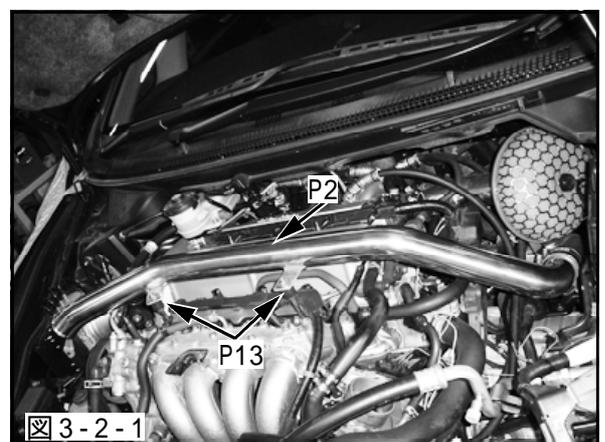

図 3-2-1
- (1) ボルトオンターボキットのチャンバパイプ 3(スロットル直前のパイプ)を取外してください。
- (2) インレットパイプ 1を図のように仮付けしてください。その際、ノーマルエンジンカバーの付いていた箇所には、カラーを下側に挟んで純正ナットを再使用して取付けてください。ターボチャージャAssy側のシリコンホース 50及びホースバンド#28は、ボルトオンターボキットのものを再使用して取付けてください。(図3-2-1)